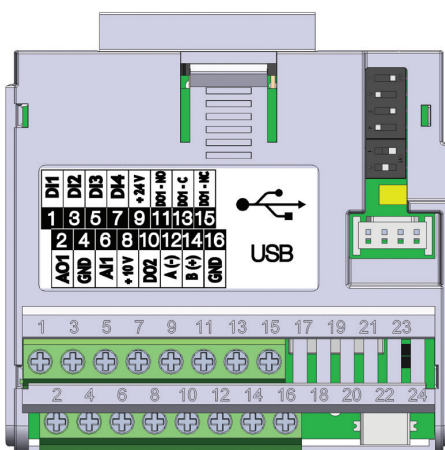

Figura 20.3: Módulo Plug-in CFW500-CUSB
O módulo plug-in CFW500-CUSB tem a interface Serial (1) através da porta RS-485 nos bornes 12 (A-) e 14 (B+), bem como a interface Serial (2) através da porta USB no conector padrão mini USB (mini B), veja Figura 20.3 na página 20-1.